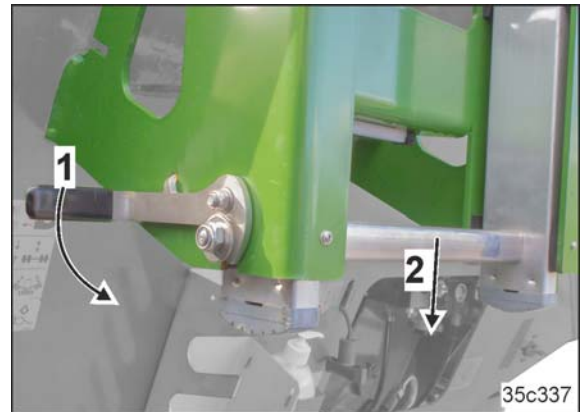

Fig. 250
1. Den Hebel (Fig. 250/1) betätigen und die Leiter entriegeln.
2. Die Leiter nach unten ziehen (Fig. 250/2).